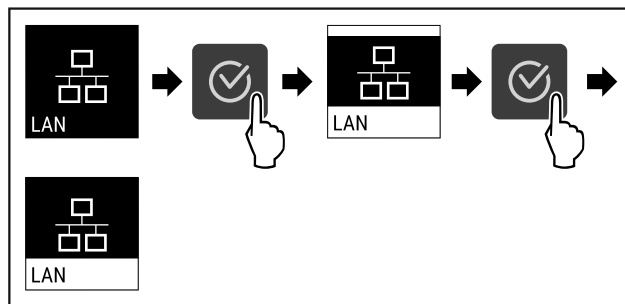

Fig. 92
- ▶ Proved'te akční kroky (viz Fig. 92).